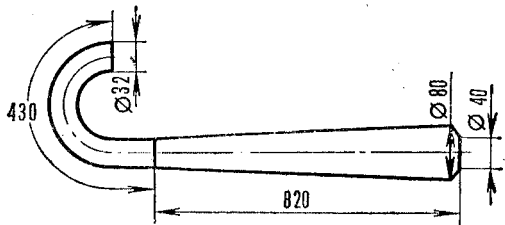

Рис. 115. Система выпуска двигателя 650 см³
8. Подбор длины и диаметра выпускных труб и глушителей (рис. 115).